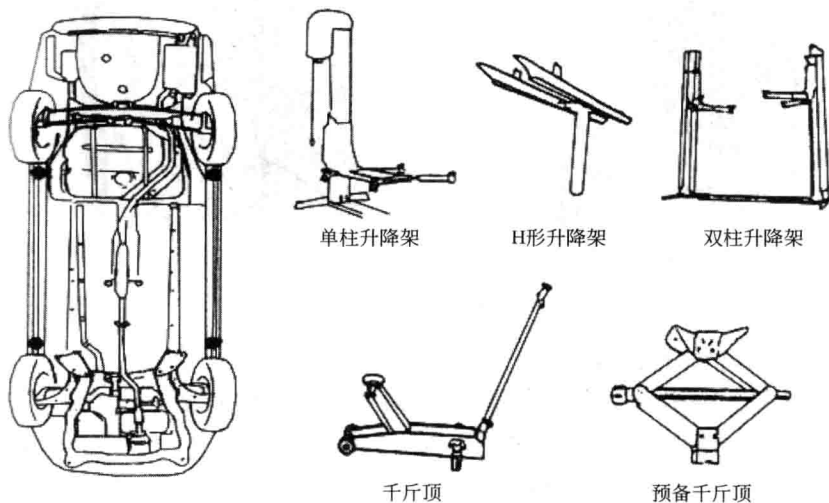

图 1-4 车辆的支撑
- (1) 固定车轮。
- (2) 把千斤顶放在正确位置上。
- (3) 使用安全支架支撑车辆（千斤顶支架），参考车辆的支撑进行操作，如图 1-4 所示。